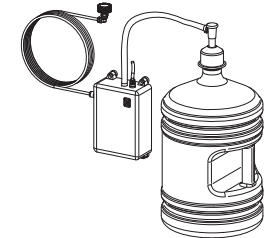

Abb.4
3.3.2 Wasserpumpe Stand-alone (Abb. 4)